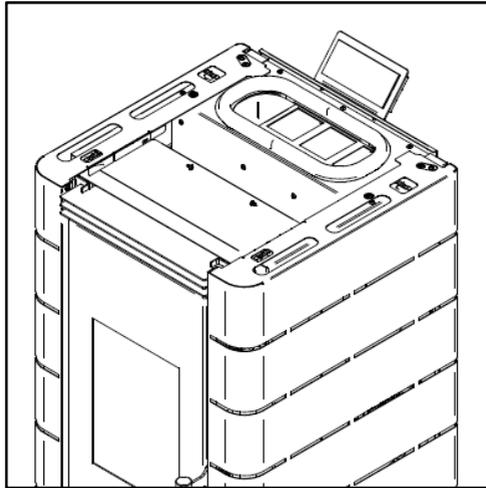

Figure 59 – Fixation des caches latéraux en haut
d) Répétez le processus effectué aux points b et c de ce manuel pour l'autre habillage. Serrez les côtés à l'aide de deux vis du kit, une de chaque côté, comme illustré à la Figure 59.